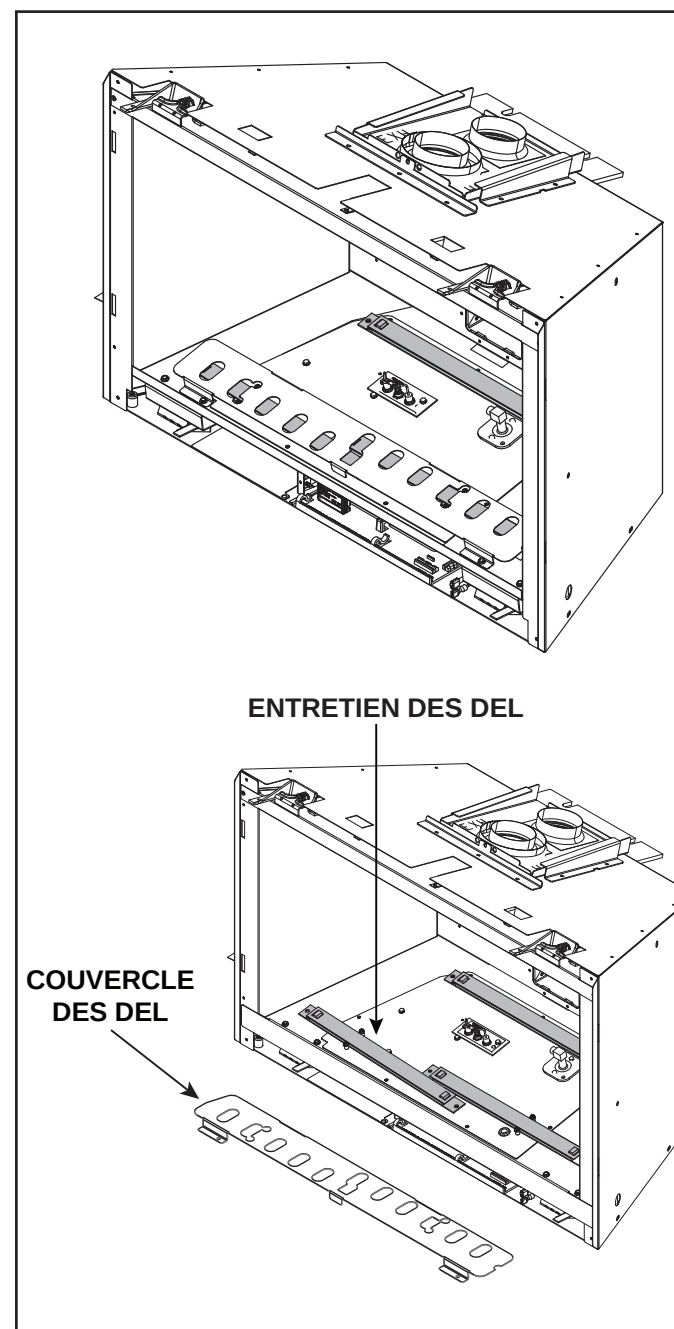

Figure 6.6 Entretien des DEL
1. Retirez la façade décorative, l'assemblage de la vitre, les bûches, le support en verre, l'ensemble de protection de la veilleuse, le module du brûleur et l'ensemble plateau de base, voir figure 6.6.
4. Réinstallez le couvercle de la DEL (écran thermique). Voir la figure 6.6.